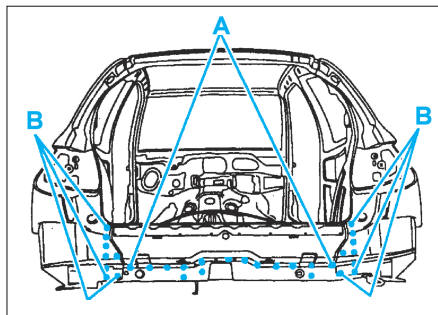

FIG. 147
- par points électriques suivant (A) (avec l'équipement BA1) (Fig.147),
- par points bouchons au MIG suivant (B), meuler les points bouchons.